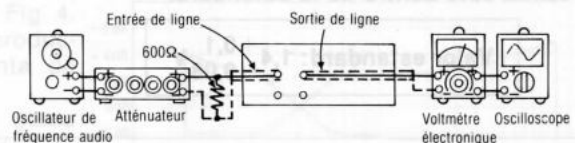

Fig. 6
1. Le raccordement de l'équipement d'essai est montré à la Fig. 6.
5. Si elle n'est pas en deçà de la normale, régler VR7 (canal de gauche) [VR8 (canal de droite)] et répéter les étapes (2), (3) et (4) jusqu'à ce que la puissance de sortie soit en deçà de la normale.